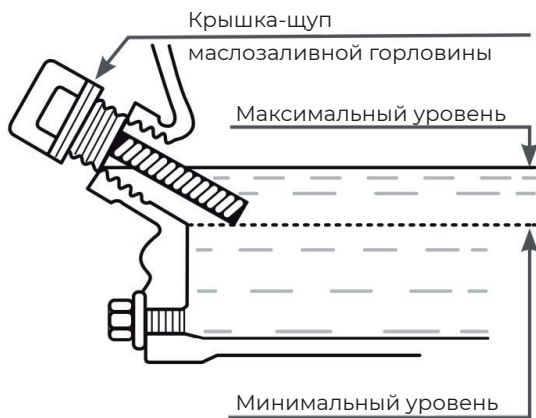

рис. 8. Крышка-щуп
2. Открутите крышку-щуп маслозаливной горловины и извлеките щуп (Рис. 8).
2. Выкрутите крышку-щуп маслозаливной горловины и извлеките щуп (Рис. 8).
нижней кромке заливного отверстия (Рис. 8).